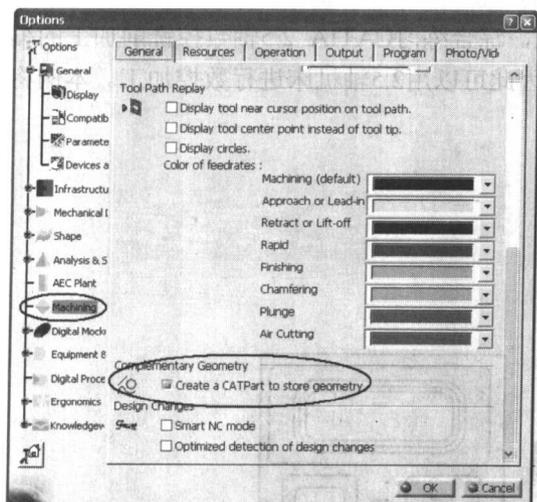

图 1-2
(1) 选择 Tools → Options 命令，弹出 Options 对话框，选择 Machining，选中  Create a CATPart to store geometry 复选框，如图1-2所示。然后可以在进入数控加工模块后，同时生成一个用于存放辅助零件的文件夹，可以存放加工毛坯、辅助曲线/曲面等几何元素。在本书的叙述中，默认选中该复选框。